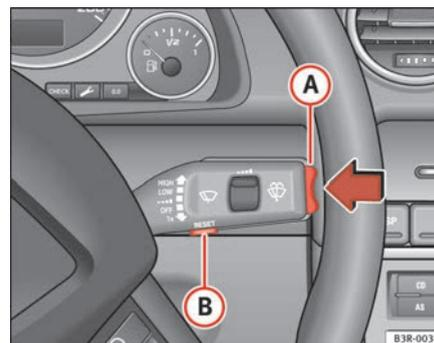

Fig. 58 Levier d'essuie-glace : sélecteur de fonction
- Appuyez sur le côté supérieur ou inférieur du sélecteur de fonctions situé sur le levier de commande d'essuie-glace **(A)** ⇒ page 86, fig. 58 pour modifier la valeur programmée. Les valeurs augmentent ou diminuent à la cadence de 10 km/h.
- Appuyez sur la touche Reset située sur le levier d'essuie-glace **(B)** ⇒ page 86, fig. 58 jusqu'à ce que le symbole barré du seuil d'alerte 2 s'affiche.